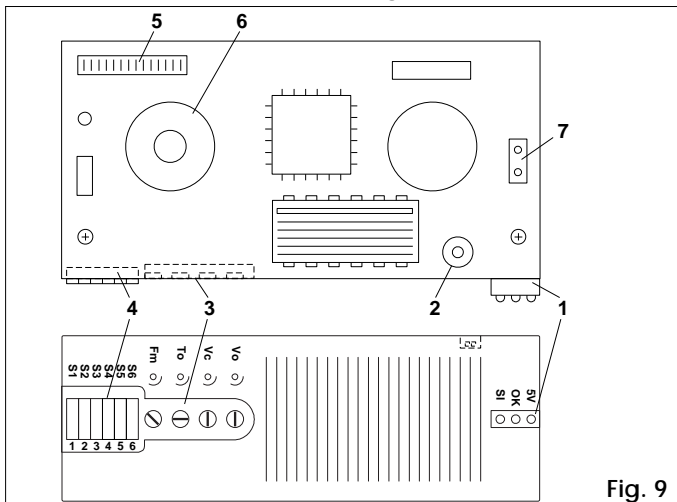

Fig. 9
- 7) Verificare l'accensione del LED 5V presente sull'unità di programmazione (fig. 9).
5.1. LAY OUT E DESCRIZIONE (fig. 9)
L'unità di programmazione presenta dei trimmer di regolazione (fig.9-rif.3) dei parametri sottoindicati: